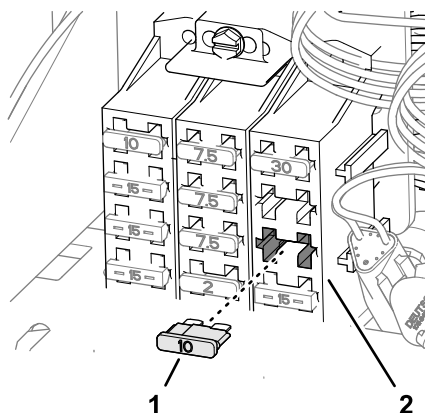

**Figura 80**
2. Cerca del bloque de fusibles, recoja el arnés de alimentación del módem en el conector de 9 pines marcado RS232, y sujete el arnés con 2 bridas, como se muestra en la Figura 80.
3. Enrolle el arnés de alimentación del módem en el cable negativo de la batería, y ate el mazo al cable de la batería con una brida, como se muestra en la Figura 80.